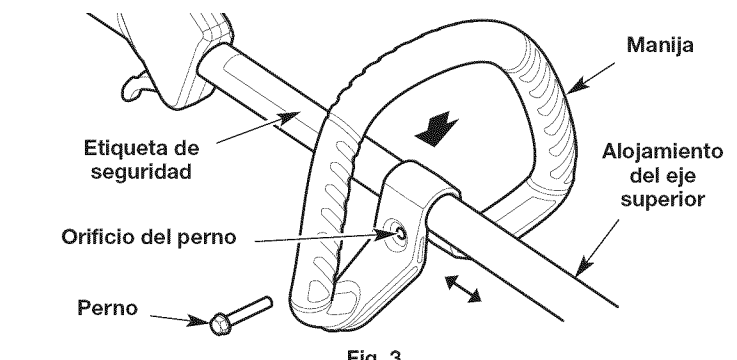

Fig. 3
1. Oprima la manija hacia abajo sobre el alojamiento del eje superior Fig. 3). Asegúrese de que el orificio del perno mire hacia la derecha (Fig. 3).
2. Inserte el perno en el orificio del perno y oprímalo para que pase a través de él (Fig. 3). Ajuste el perno con un destornillador de cabeza plana, pero no lo ajuste completamente.
3. Mantenga la unidad en posición operativa (Fig. 10) y mueva la manija hasta una ubicación confortable (Fig. 3). Compruebe que la manija esté ubicada más allá del extremo de la etiqueta de seguridad (Fig. 3).
1. Afloje el perno con un destornillador de cabeza plana (Fig. 3).
2. Mantenga la unidad en posición operativa (Fig. 10) y mueva la manija hasta una ubicación confortable (Fig. 3). Compruebe que la manija esté ubicada más allá del extremo de la etiqueta de seguridad (Fig. 3).